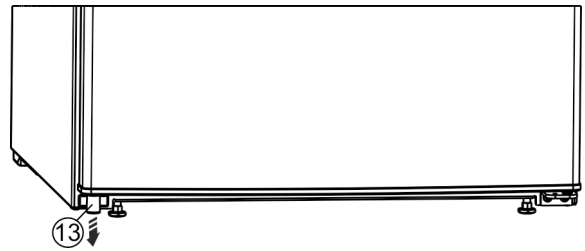

Fig. 5
- ▶ Dolje lijevo izvadite razmačnik Fig. 5 (13) iz vrata.